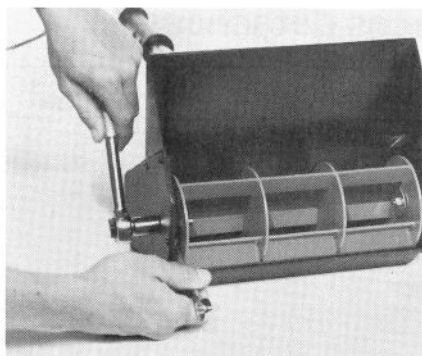

Figure 11
1. Enlevez la goupille, l'écrou de blocage et la rondelle du rotor à l'aide d'une clé ouverte de 9/16 pouce et d'une douille de 9/16 pouce (Fig. 11).